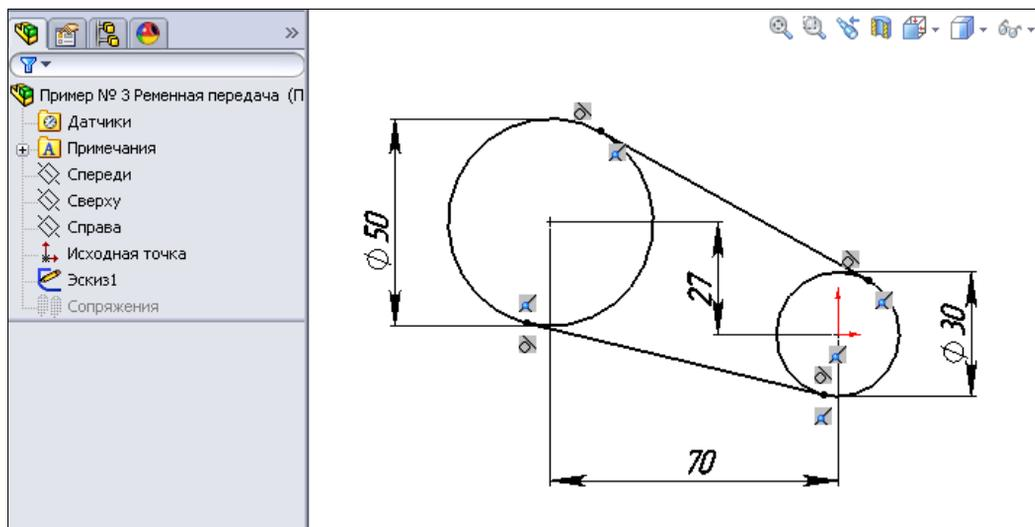

Рис. 6.64
1. Для проектирования сборки такого типа откроем SolidWorks 2011 и войдем в режим работы программы со сборками, выполнив команду **Файл | Новый... | Сборка**. В Дереве Конструирования выберем плоскость **Спереди** и откроем эскиз, где и построим компоновочный эскиз сборки (рис. 6.64).